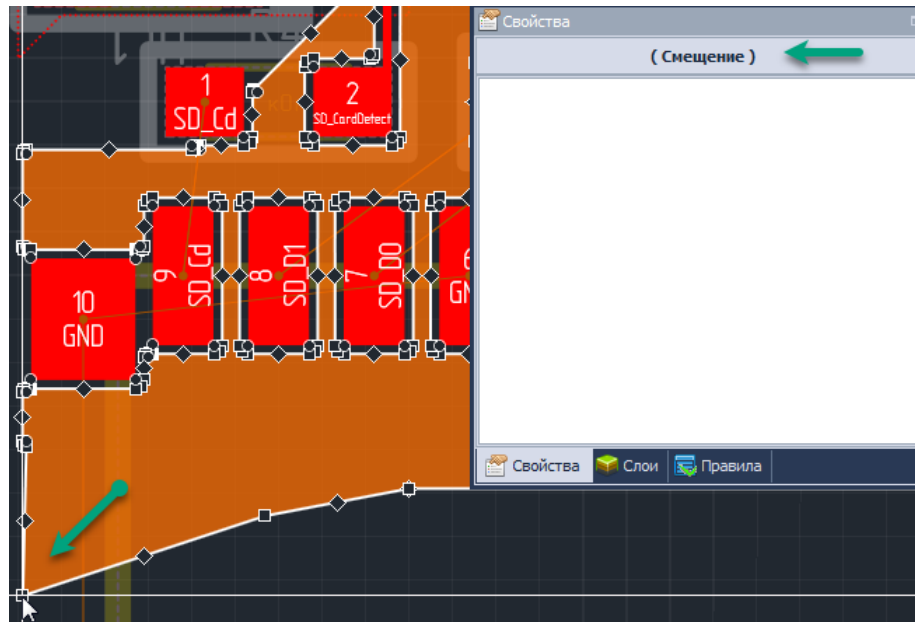

Рис. 347 Изменение геометрии острова металлизации
3. Изменить геометрию острова путем перетаскивания точек редактирования, Рис. 347.